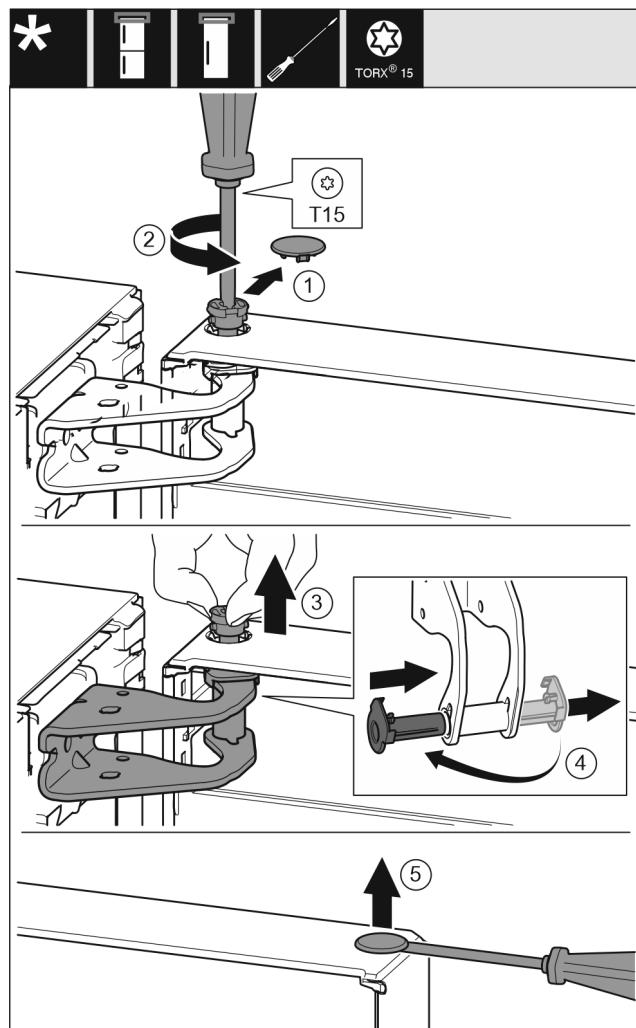

Fig. 9
- Opatrne vytiahnite poistný kryt. Fig. 9 (1)
- Skrutkovačom T15 trochu vyskrutkujte čap. Fig. 9 (2)
- Pevne držte dvere a čap vytiahnite prstami. Fig. 9 (3)
- Puzdro ložiska vytiahnite z vedenia. Nasadte z druhej strany a zaklapnite. Fig. 9 (4)
- Plochým skrutkovačom opatrne nadvihnite a vyberte zátku z puzdra ložiska dverí. Fig. 9 (5)